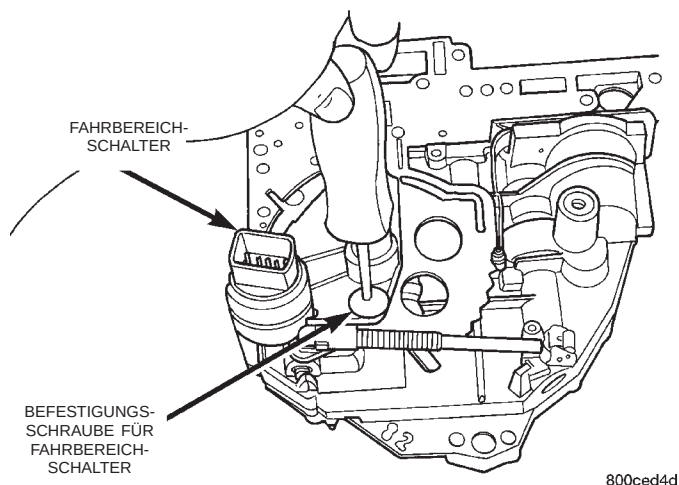

Abb. 26 Befestigungsschraube herausdrehen
(12) Befestigungsschraube des Fahrbereichsschalters herausdrehen (Abb. 26).